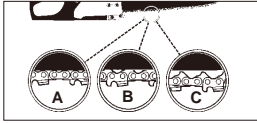

Bild. 5
VORSICHT: Wenn die Sägekette ZU LOCKER oder ZU STRAFF ist, nutzen sich die Zähne, die Schiene, die Kette und das Kurbelwellenlager schneller ab. Bild. 5 informiert über die richtige kalte Spannung (A) und warme Spannung (B), und dient als Anleitung für weitere Einstellungen der Sägekette (C).